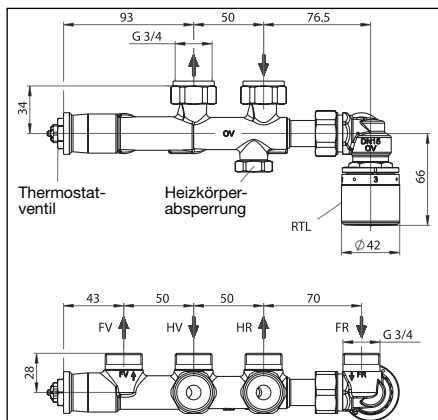
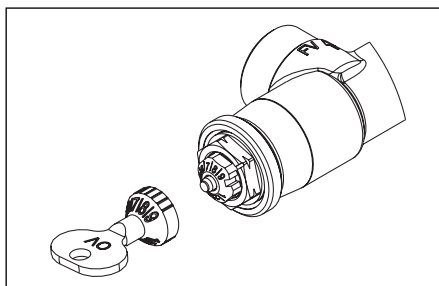

Abb. 3 Abmessungen Anschlussarmatur
Abb. 10 Voreinstellung Thermostatventil
Der Heizkörper ist unter Beachtung der Einbaumaße (Abb. 3) zu befestigen. Hierzu ist zudem der spätere Wandaufbau (z.B. Fliesen) zu berücksichtigen. Die Rohrleitungen des Heizkreises entsprechend abblängen.
Vor der Inbetriebnahme muss die Anlage aufgefüllt und entlüftet werden. Dazu ist zunächst die Voreinstellung des Thermostatventils in die größte Position zu drehen (Voreinstellung '9', Abb. 10).
Das Thermostatventil (Abb. 3) auf die berechnete Voreinstellung mit Gabelschlüssel SW 13 oder mit Spezialschlüssel einstellen (Abb. 10).
Den Rücklaufftemperaturbegrenzer (Abb. 3) auf den festgelegten Sollwert (Werkseinstellung: $3 \approx \text{ca. } 30^\circ\text{C}$) einstellen.
2. Schutzkappe von der Heizkörperabsperung (Abb. 3) entfernen.